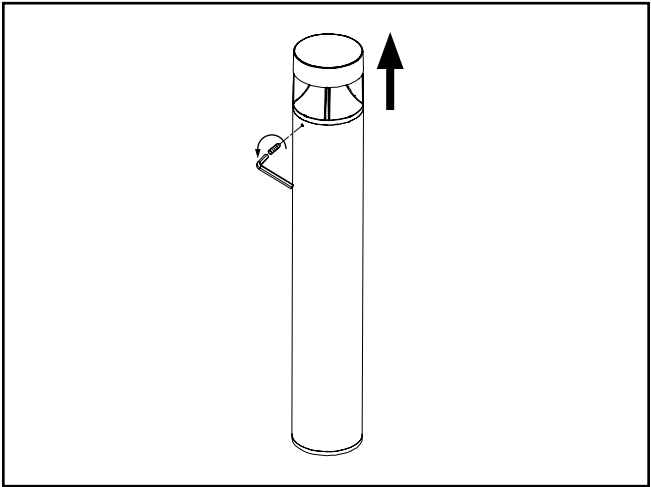

Figure 3.
3. À l'aide de la clé hexagonale, desserrez les 3 vis latérales de la tête et ouvrez la tête supérieure. Fig. 3